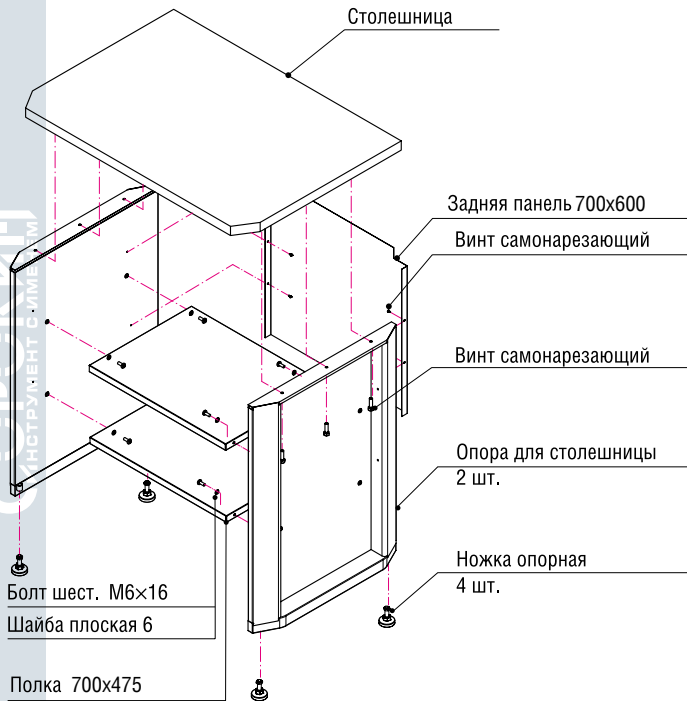

Рисунок 7-1 – Сборка верстака без тумбы Small
1. Соберите две опоры для столешницы (35.500), вкрутив в них опорные ножки (рис. 7-1).